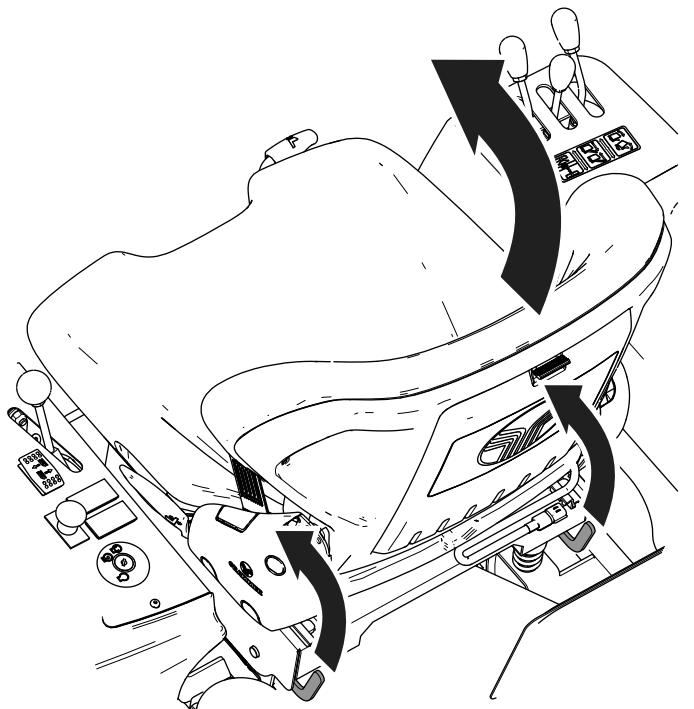

Figura 21
5. Inclinete il sedile in avanti (Figura 21).
4. Inclineate il sedile in avanti (Figura 21).
Sollevate la leva di inclinazione del sedile (Figura 21) verso l'alto e inclinate il sedile in avanti.